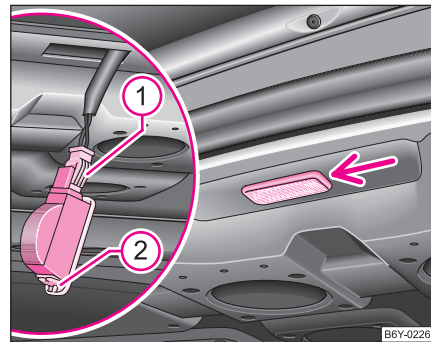

Fig. 186 Demontarea lămpii din portbagaj (Sedan)
- Introduceți o șurubelniță în fanta de sub lampă ⇒ fig. 186. Ridicați cu atenție lampa.
- După ce elementul de fixare (1) s-a desprins, deconectați fișa electrică.
- Apăsați siguranța (2) a capacului și scoateți capacul.